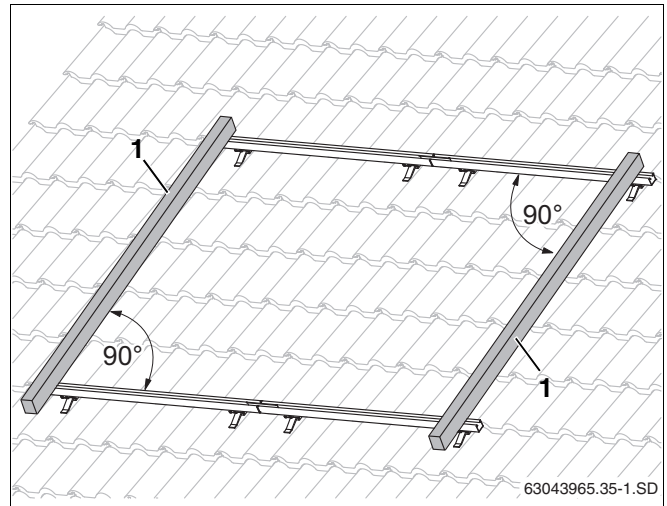

Рис. 33 Выравнивание профильных реек
- ▶ Выровняйте верхние и нижние профильные рейки относительно друг друга по краям в горизонтальной плоскости (рис. 33, используйте уровень).
Измерьте диагонали или положите планку (рис. 33, **поз. 1**) на концы профильных реек. Угол между планкой и профильной рейкой должен составлять 90°. Выровняйте профильные рейки в продольных отверстиях.